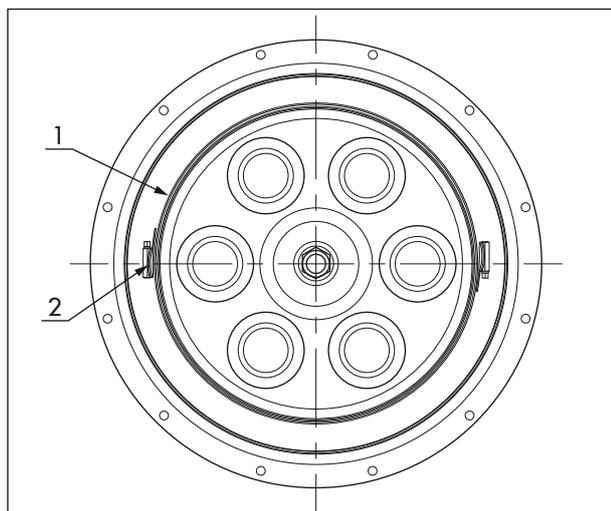

Рис. 14: Выравнивание замков-фиксаторов ленточного хомута
6. Полностью откройте два новых стяжных ленточных хомута (A6) и соедините их в один цельный стяжной ленточный хомут (см. Рис. 14).
9. Поместите упоры (А19) под замки-фиксаторы ленточного хомута и выровняйте их (см. Рис. 14).
8. Полностью откройте два новых стяжных ленточных хомута (A6) и соедините их в один цельный стяжной ленточный хомут (см. Рис. 14).
11. Поместите упоры (A19) под замки-фиксаторы ленточного хомута и выровняйте их (см. Рис. 14).